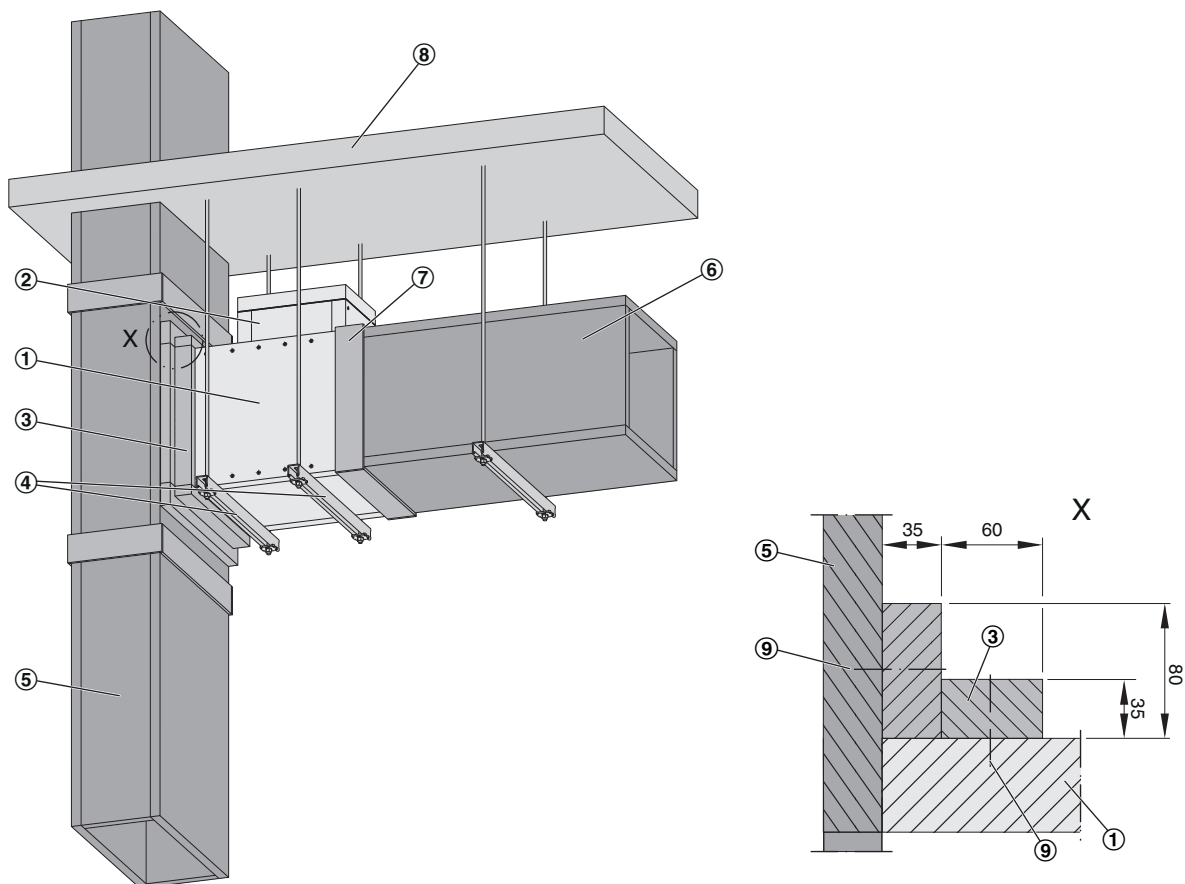

Abb. 9: Einbau in horizontale, an vertikale feuerwiderstandsfähige Entrauchungsleitungen
2. ▶ Verbindung zwischen feuerwiderstandsfähiger Entrauchungsleitung und Entrauchungsklappe mit Riegel (Abb. 9/3) herstellen. Dazu die Riegel an den Stosstellen, an der Entrauchungsleitung und an der Entrauchungsklappe verkleben (z. B. K84, Promat oder gleichwertig) und mit Stahldrahtklammern 63/11,2/1,53 mm, Abstand ≤ 150 mm, verbinden.
3. ▶ Verbindung (Abb. 9/7) zwischen feuerwiderstandsfähiger Entrauchungsleitung und Entrauchungsklappe herstellen. ⚡ Kapitel 6 „Entrauchungsleitung anschließen“ auf Seite 22.